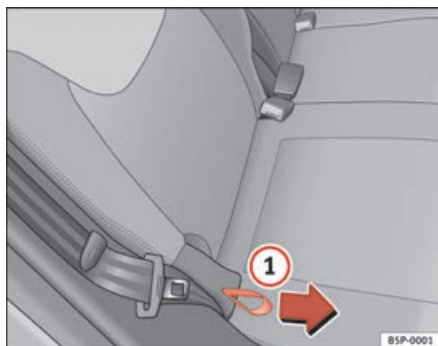

Fig. 98 Regular a inclinação do encosto, banco traseiro
- Segurar o encosto do banco, em cima. Puxar a pega lateral do banco ⇒ fig. 98 ① no sentido da seta e mantê-la nessa posição. Empurrar ao mesmo tempo o encosto para trás, para a posição pretendida e soltar a pega.